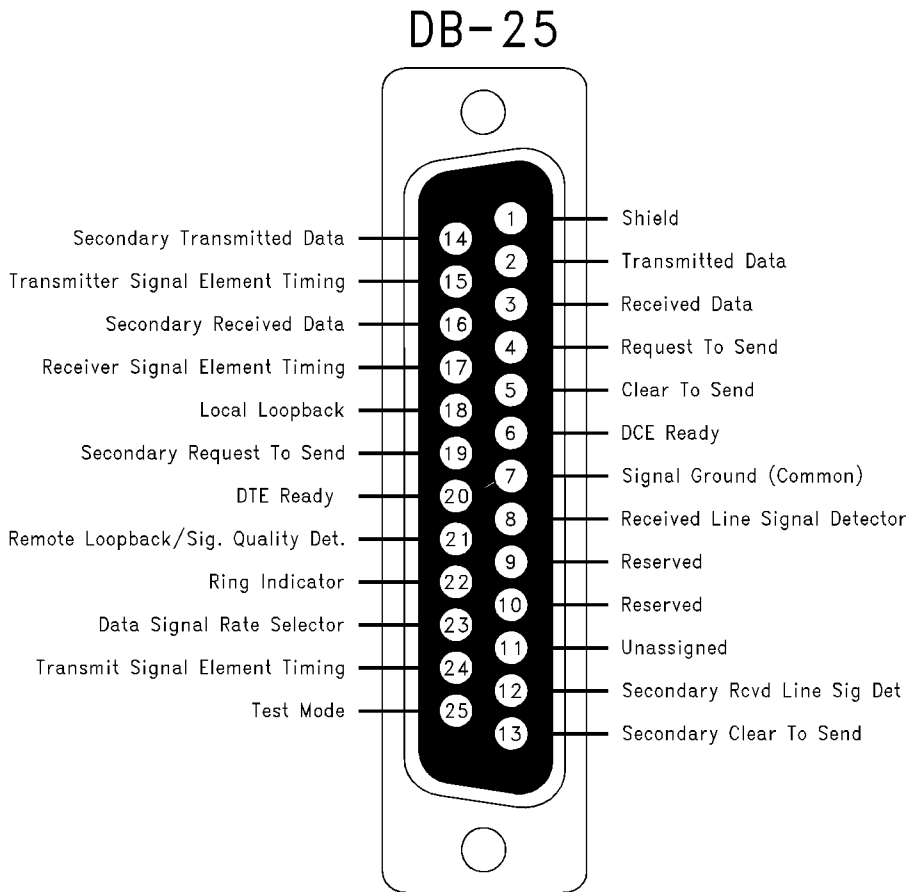

FIGURE 1. RS-232 DB-25
RS-232 は世界で最も普及しているインタフェース標準の 1 つです。当初は DTE と DCE との間のインタフェースとして規定され、電気通信、コンピューティング、試験 / 測定、工業制御などさまざまな用途として広く利用されています。現在の RS-232 は 5 回にわたる改訂を経て規定されたもの (E) ですが、依然として広く普及しているため、この標準をサポートする新しいデバイス (ライン・ドライバとシーバ) の開発が進められています。なお、この標準の正確な名称は、一般に使用されている RS-232 から EIA/TIA-232-E に変更されています。RS-232C 標準が規定しているコネクタは一般的な DB-25 と新しい小型 26 ピンの 2 種類です。RS-232C の最初のバージョンは 1960 年代前半にまでさかのぼり、すべての機能、電気的特性、物理的仕様を規定した完全標準として知られています。この標準には、IBM[®] が開発してパーソナル・コンピュータ用の事実上の業界標準コネクタとして普及させた 9 ピン型もあります。Figure 1、2 にフル (25 線) コネクタのピン割り当てを示します。9 ピン・コネクタは現在 EIA/TIA-574 として